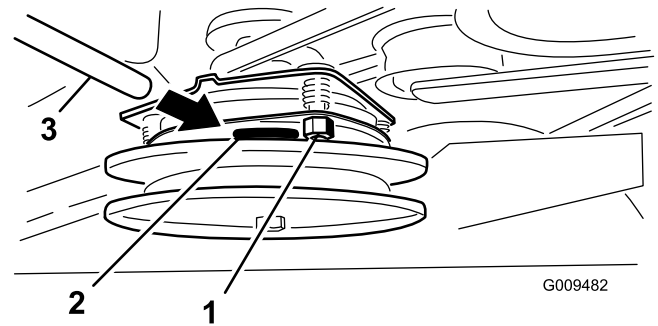

Figura 60
3. Aperte as porcas de bloqueio até que o calibrador prenda ligeiramente, mas possa ser deslocado facilmente na folga (Figura 60).